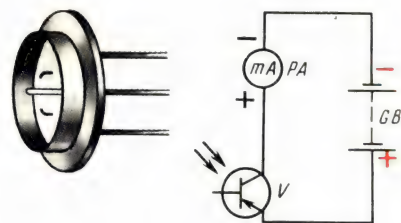

Рис. 248. Фототранзистор и схема его включения
**Фототранзисторы** — светочувствительные приборы, основой которых служат транзисторы. Почти любой биполярный транзистор может быть превращен в фототранзистор. Дело в том, что у транзистора ток коллектора сильно зависит от освещенности коллекторного *p-n* перехода. Чтобы в этом убедиться, осторожно спили верхнюю часть корпуса низкочастотного транзистора, например серии МП39–МП42, включи транзистор в цепь постоянного тока и освети его (рис. 248). Если в коллекторную цепь включить миллиамперметр, он при сильном освещении кристалла транзистора покажет возрастающий до нескольких миллиампер коллекторный ток. Это свойство транзисторов, аналогичное свойствам фотоэлементов с внутренним фотоэффектом, широко используется радиолюбителями-экспериментаторами в самодельных приборах-автоматах.